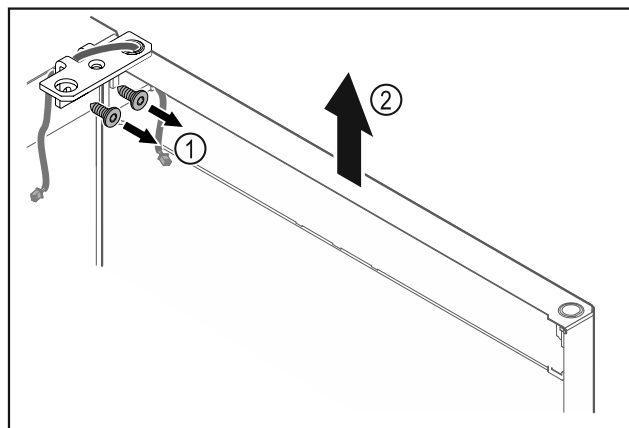

Fig. 12
- Scharnierhoek Fig. 12 (1) losschroeven.
- Deur inclusief scharnierhoek Fig. 12 (2) circa 200 mm recht omhoog tillen en verwijderen.